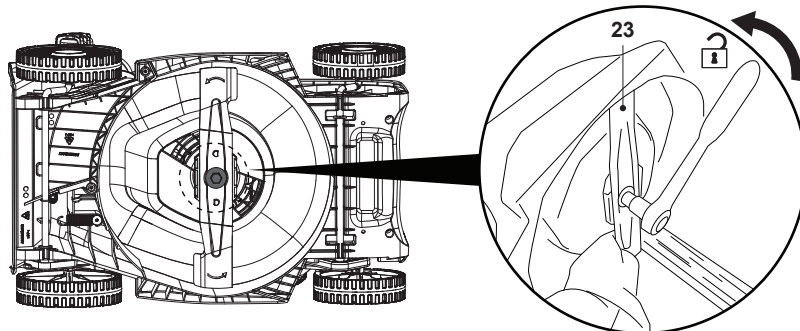

Fig. 19
REMARQUE : Si une clé manuelle est utilisée à la place d'une clé à chocs électrique, la lame de coupe (23) doit rester fixe pendant le desserrage du boulon. Porter des gants résistants et saisir fermement la lame. Utiliser un morceau de bois de taille appropriée pour bloquer la rotation de la lame si nécessaire (Fig. 19).